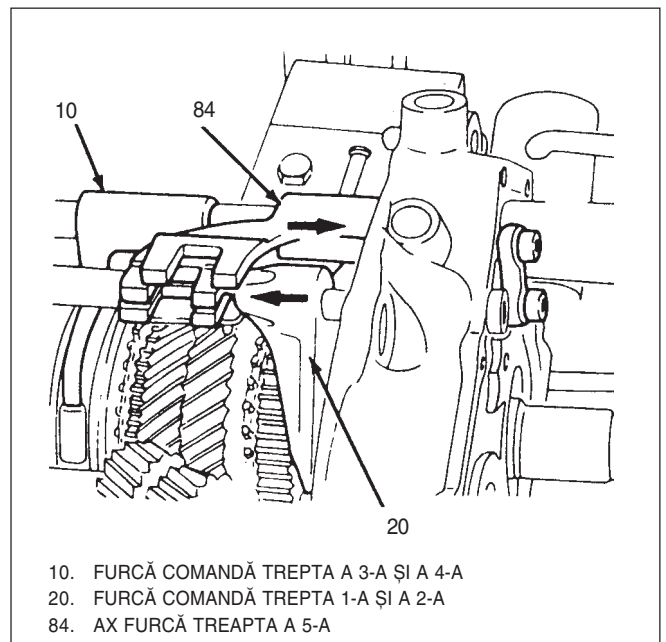

Fig. 16 Suportul și placa portlagăre
- Se trece căutătorul vitezelor prin pozițiile treptelor a 2-a, a 5-a și a 3-a, exact în această ordine. Când ajunge în poziția treptei a 3-a, suportul va fi împins în afară, Fig 16.